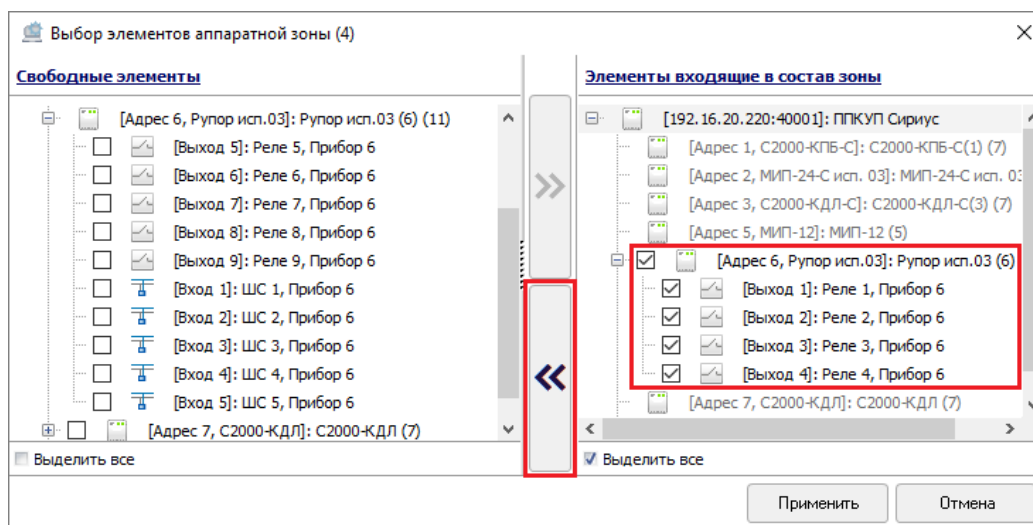

Рисунок 6-317 Удаление элементов и приборов из состава аппаратной зоны кнопкой переноса
- в поле «Элементы, входящие в состав зоны» установите флаг в чекбоксах слева от тех элементов/приборов, для которых необходимо снять привязку к настраиваемой простой аппаратной зоне, и нажмите кнопку переноса  (см. Рисунок 6-317);